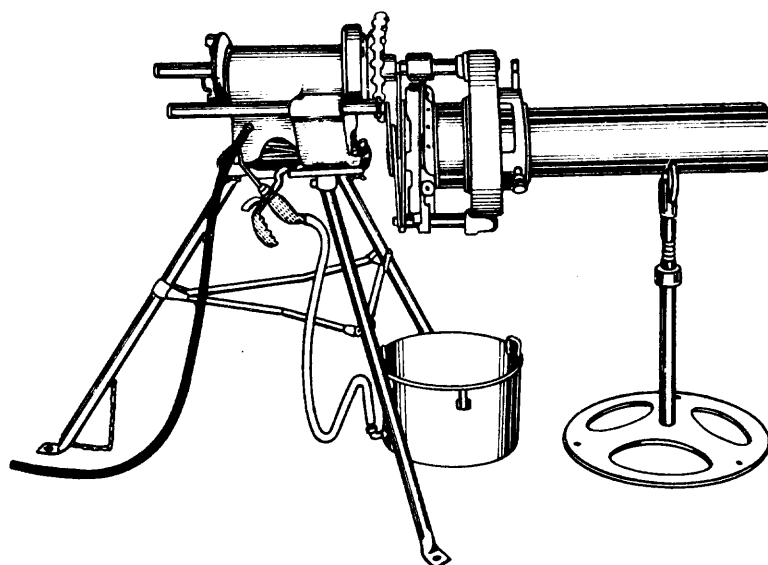

Fig. 14
5. Si la terraja es de los modelos 141 ó 161, pueden sustituirse la brida o el anillo por los brazos de soporte (fig. 14).